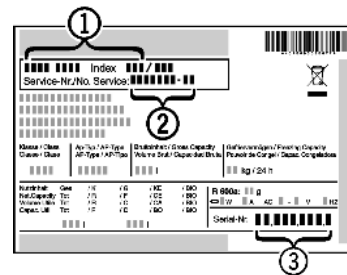

Fig. 10
- ▶ Identificați denumirea aparatului Fig. 10 (1), numărul de service Fig. 10 (2) și numărul de serie Fig. 10 (3) pe marca de fabricație. Marca de fabricație se află pe partea stângă în interiorul aparatului.
- ▶ Informați serviciul de asistență a clienților și comunicați tipul defecțiunii, denumirea aparatului Fig. 10 (1), numărul de service Fig. 10 (2) și numărul de serie Fig. 10 (3).